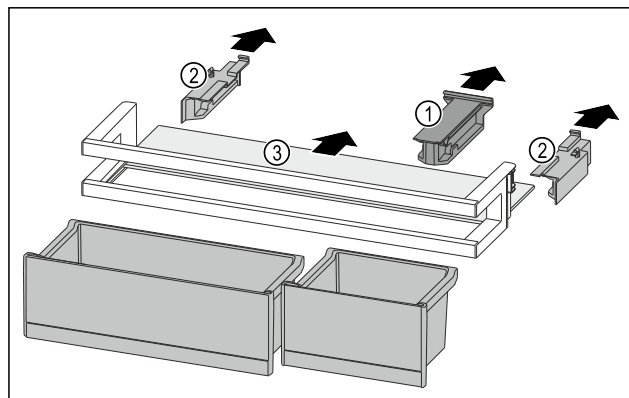

Fig. 228
- ▶ Снимите крепление Fig. 228 (1).
- ▶ Снимите боковые части Fig. 228 (2).
- ▶ Извлеките съемную полку Fig. 228 (3).